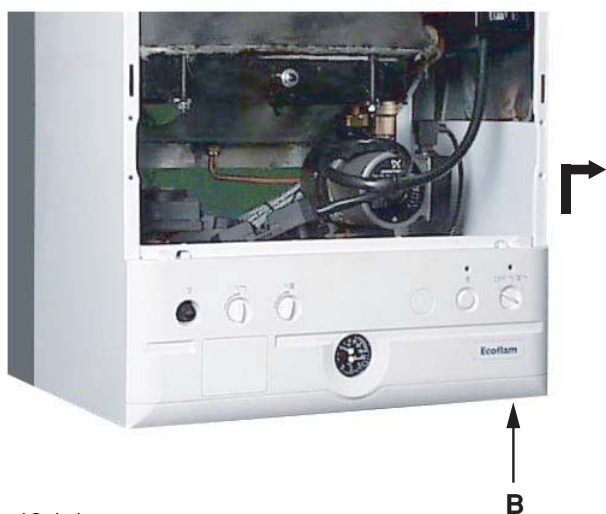

fig. 13.1-1
- togliere la vite di tenuta B; togliere il pannello laterale destro della caldaia prima sollevandolo e poi tirandolo verso di se' come indicato in fig. 13.1-1